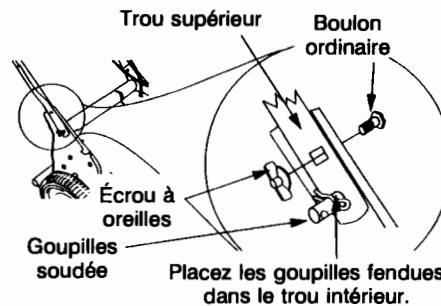

Figure 1B- Pour modèles à pneu arrière de 14 po
- Après avoir déplacé les goupilles fendues à la position illustrée à la figure 1B, insérez un boulon ordinaire (fourni dans le sachet de